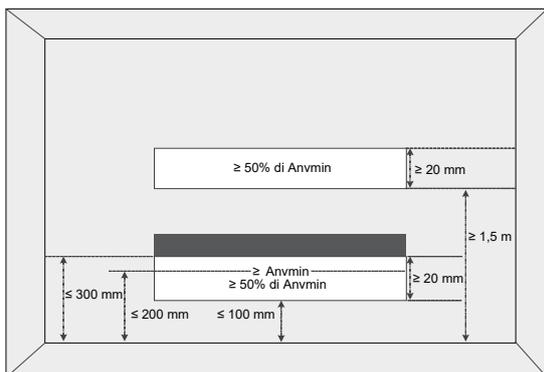

Figura 1-2
- L'area del locale (A) è definita come l'area del locale racchiusa dalla proiezione alla base delle pareti, dei divisori e delle porte dello spazio in cui è installato l'apparecchio.
- L'area dei locali adiacenti, sullo stesso piano, collegati da aperture permanenti nelle pareti e/o porte tra gli spazi occupati, compresi gli spazi vuoti tra la parete e il pavimento, può essere considerata un unico locale ai fini della determinazione della conformità ad Amin, a condizione che siano soddisfatte tutte le seguenti condizioni, come da Figura 1-2.
- ① L'apertura non deve essere inferiore a 0,0123 m2 (Anvmin)
- ② L'area di qualsiasi apertura al di sopra dei 300 mm dal pavimento non deve essere considerata per determinare la conformità ad Anvmin.
- ③ Almeno il 50% dell'area di apertura di Anvmin deve essere al di sotto di 200 mm dal pavimento.
- ④ Il fondo dell'apertura non deve trovarsi a più di 100 mm dal pavimento
- ⑤ Si tratta di un'apertura permanente che non può essere chiusa.
- ⑥ L'altezza dell'apertura non è inferiore ai 20 mm.
- ① L'apertura non deve essere inferiore a 0,0062 m2 (50% di Anvmin).
- ② Si tratta di un'apertura permanente che non può essere chiusa.